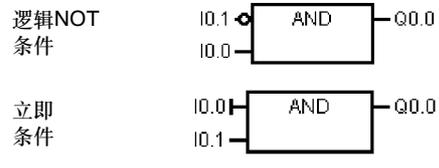

图5-5 FBD惯例
- 取非圆圈: 通过输入上的小圆圈来表示逻辑“非”条件或操作数或功率流的反向条件。在图5-5中, Q0.0等同于I0.0“与”I0.1的“非”。“非”泡仅适用于布尔型信号, 可将它们指定为参数或功率流。
- 立即指示符: 如图5-5所示, FBD编辑器将输入上带有垂直线的布尔型操作数的直接条件显示给FBD指令。立即输入直接从物理输入点上读取数据。立即操作数只能用物理输入点。